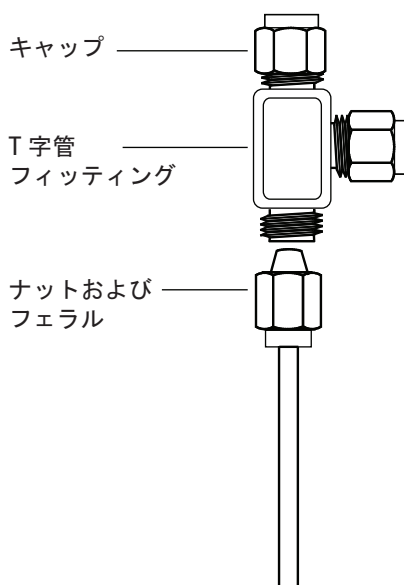

図 23 Swagelok T 字管
- 1 配管の T 字管を取り付ける場所を切断します。配管と T 字管を Swagelok フィッティングで接続します。図 23 を参照してください。